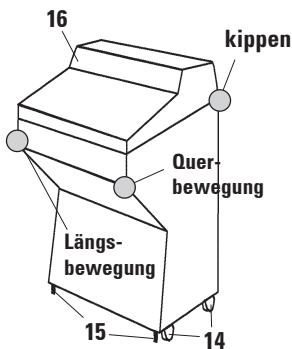

Abb. 4
- Gerät auf Rollen (14) zum Aufstellungsort schieben. Dabei Transportangriffspunkte (Abb. 4) beachten!
- Stellbeine (15) können für **leichte** Kippbewegungen (max. 30°) benutzt werden.
- Am Aufstellungsort die Stellschraube mit Gabelschlüssel aus Stellbeinen (15) herausschrauben (für sicheren Stand des Gerätes erforderlich).